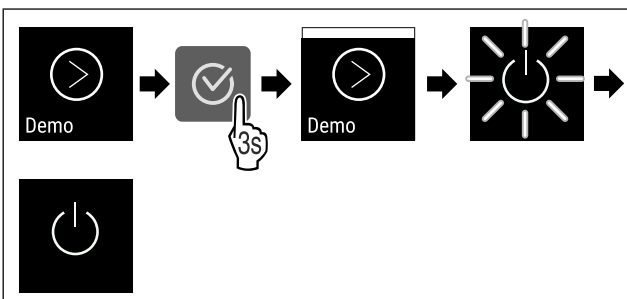

Fig. 99
- ▶ Izvedite zahtevane korake (glejte Fig. 99) .